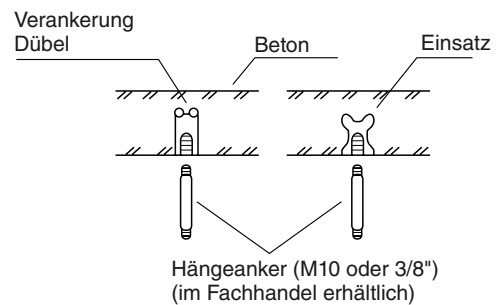
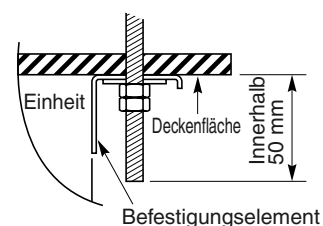

Abb. 3-121
Abb. 3-123
(2) Die Löcher an den 4 Stellen bohren, die auf dem Originalmaßstab-Diagramm angezeigt sind.
(3) Je nach Art der Decke:
- Die Hängeanker einsetzen, wie in Abb. 3-121 gezeigt.
(4) Die Hängeanker hineindrehen, wobei diese aus der Decke herausragen müssen, wie in Abb. 3-121 und 3-122 gezeigt. Die Längen der herausragenden Anker müssen gleich sein und dürfen 50 mm nicht überschreiten. (Abb. 3-123)